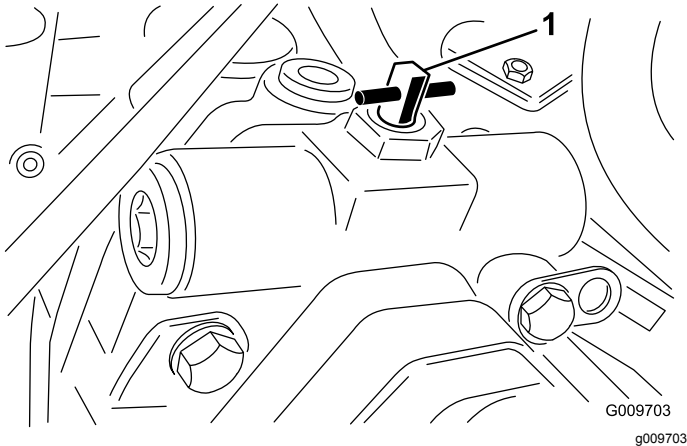

Bild 63
3. Drehen Sie das Sicherheitsventil um eine Vierteldrehung nach rechts oder links, um es zu öffnen und das Öl intern umzuleiten (**Bild 63**).
2. Drehen Sie das Sicherheitsventil um eine Vierteldrehung nach rechts oder links, um es zu öffnen und das Öl intern umzuleiten (**Bild 63**).